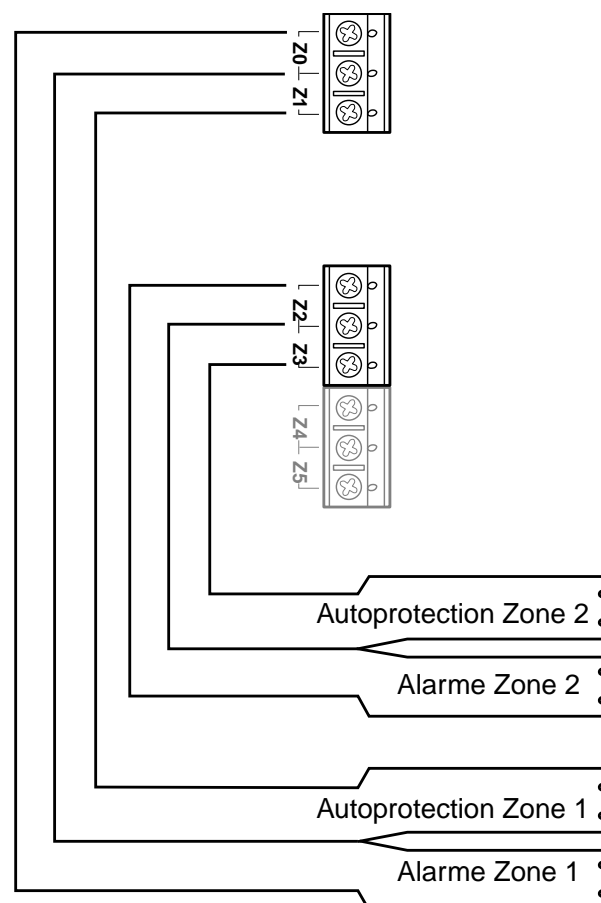
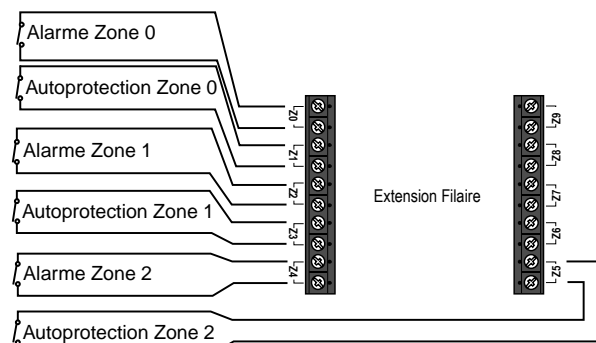

Figure 16 Câblage NF des zones centrale
Figure 17 Câblage NF des zones extension
La figure 16 montre le câblage en normalement fermée (NF) pour la centrale. La figure 17 montre le câblage en normalement fermée (NF) pour l'extension. Notez que le câblage est différent entre la centrale et l'extension.